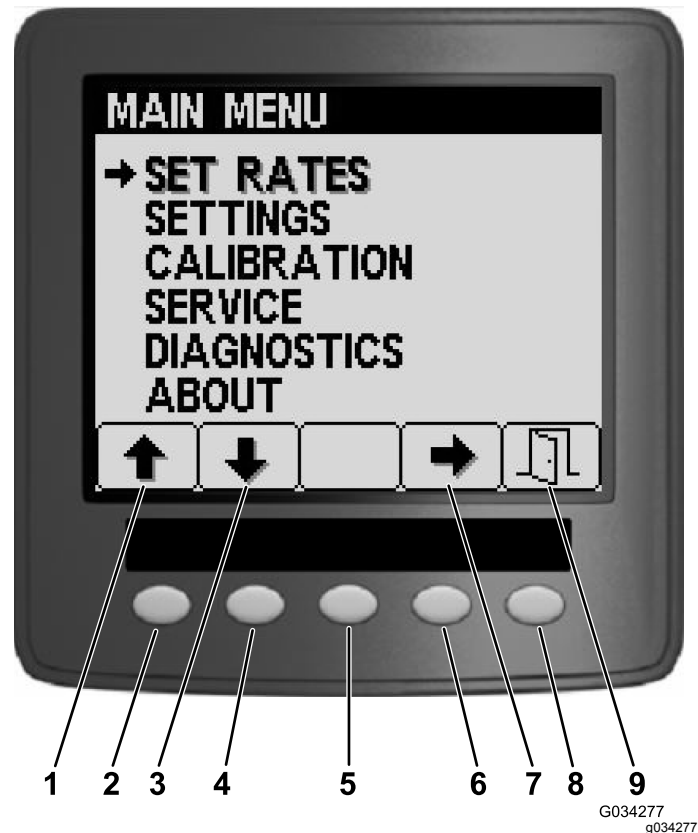
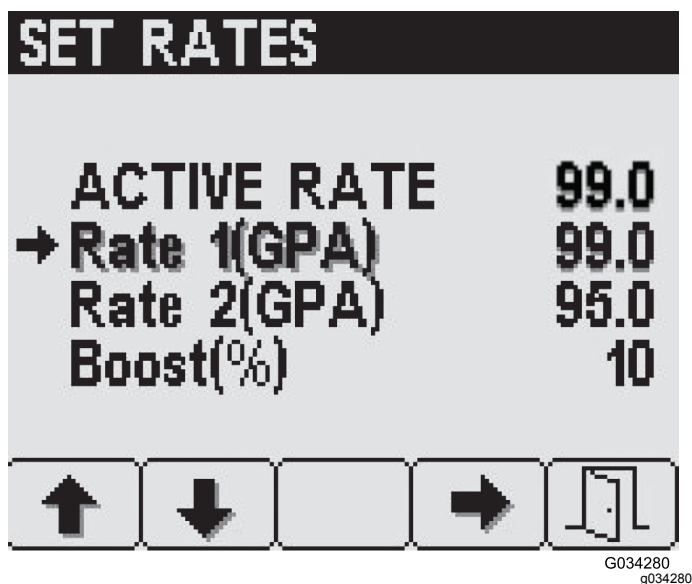
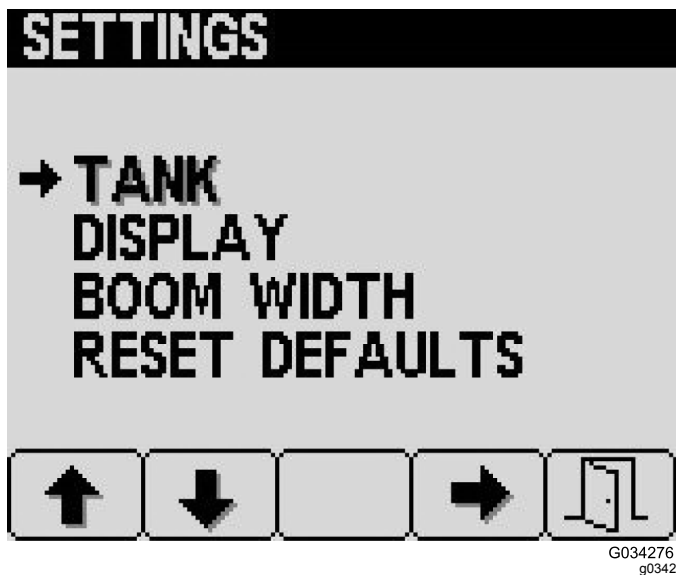

Bild 16
Bild 17
Bild 19
Vom Hauptmenü-Bildschirm können Sie auf den Bildschirm Set Rates, Einstellungen, Kalibrierung, Service, Diagnostik oder Info zugreifen (Bild 16).
Drücken Sie für den Zugriff auf den Bildschirm „Set Rates“ die Taste 2, bis Sie auf dem Hauptmenübildschirm (Bild 16), bis Sie „Set Rates“ erreichen und drücken Sie Taste 4, um „Set Rates“ auszuwählen (Bild 17).
1. Drücken Sie Taste 1 oder 2, bis Sie die gewünschte Dosierung oder den gewünschten Verstärkungsprozentsatz erreicht haben (Bild 17).
Drücken Sie für den Zugriff auf den Bildschirm „Einstellungen“ die Taste 2 auf dem Hauptmenübildschirm (Bild 16), bis Sie „Einstellungen“ erreichen und drücken Sie Taste 4, um „Einstellungen“ auszuwählen (Bild 19).
1. Drücken Sie Taste 4 auf dem Bildschirm „Einstellungen“, um „Tank settings“ auszuwählen (Bild 19).
1. Drücken Sie auf den Bildschirm „Einstellungen“ die Taste 2, bis Sie „Display settings“ erreichen und drücken Sie Taste 4, um „Display“ auszuwählen (Bild 19).
Die Einstellungen für die Auslegerlänge werden im Werk festgelegt (Bild 19).